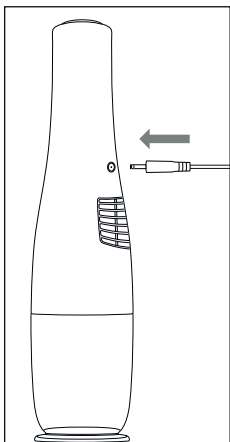

Fig. 1
- ◆ Ligue a ficha fêmea ⑩ da fonte de alimentação ⑪ à porta de carregamento ⑧ na parte inferior do aparelho (ver fig. 1). Insira a ficha elétrica da fonte de alimentação ⑪ na tomada elétrica. A luz de controlo de carga ⑥ começa a piscar com a cor azul e o carregamento é iniciado.